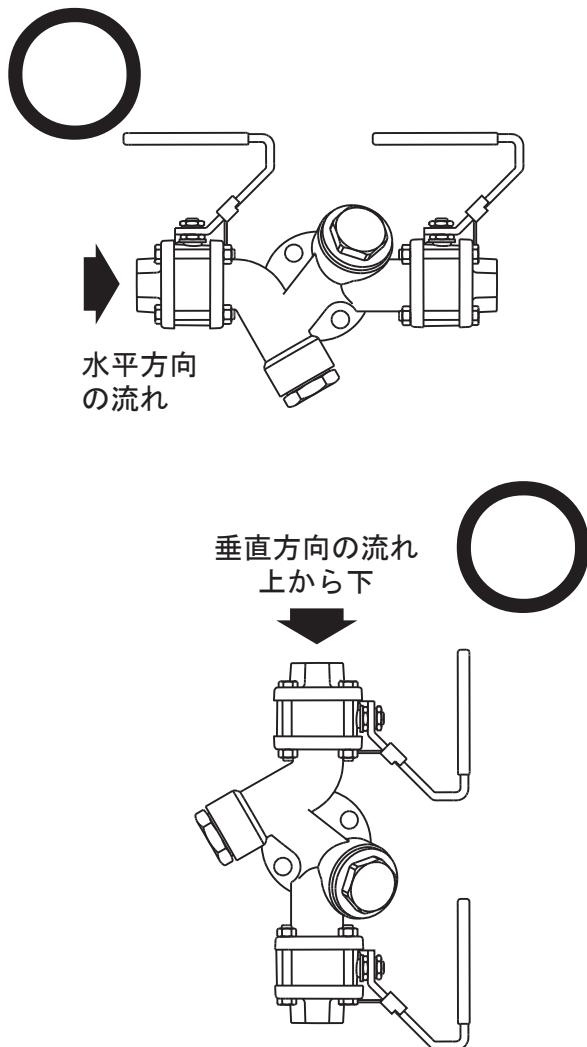

Fig. 2
- 3.9** STS17.2型は水平配管に取り付けます。流れが下向きの垂直配管に取り付けることができます。—Fig.2参照